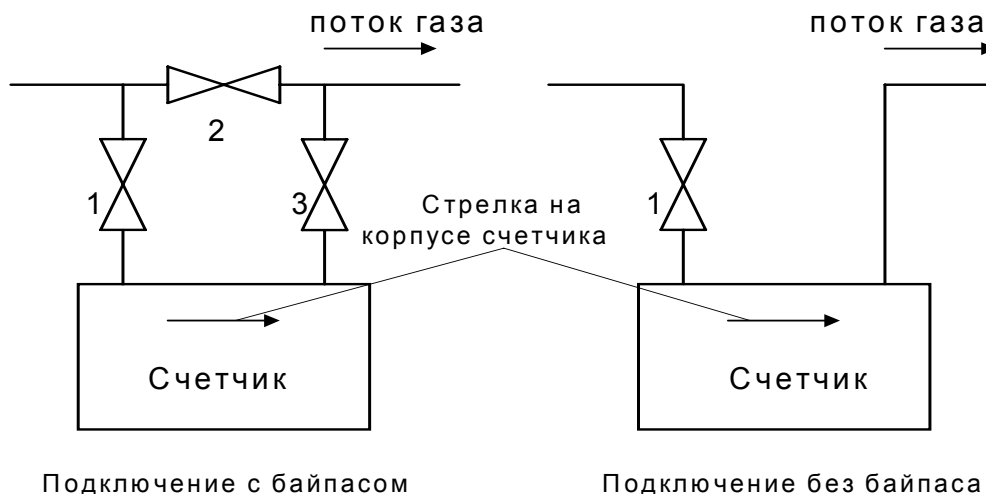

Рис. 1. Установка счетчика
- 3.4.3. Возможно два варианта подключения счетчика (см. рис. 1):
- 6.1. До начала пуска счетчика все вентили на трубопроводе (рис. 1) должны быть закрыты. При всех вариантах и на всех стадиях пуска расход газа, проходящего через счетчик, ни в коем случае не должен превышать значение максимального расхода (Q_{max}), указанного на панели отсчетного устройства.
- 6.2. Пуск счетчика без байпаса (рис. 1)
- 6.3. Пуск счетчика с байпасом (рис. 1)